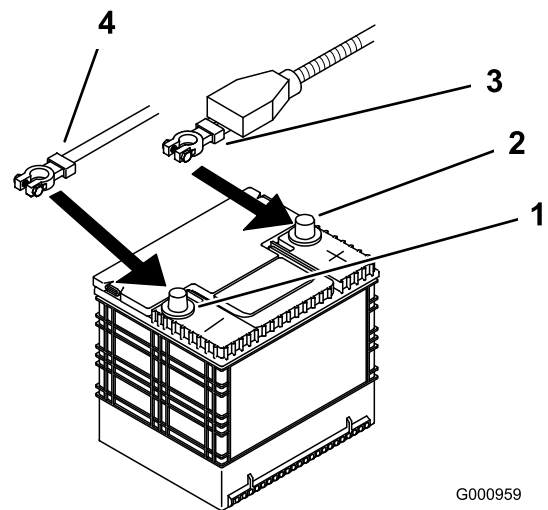

Bild 53
4. Klemmen Sie zunächst das Minuskabel vom Minuspol (-) der Batterie ab (Bild 53).
5. Ziehen Sie die rote Polkappe vom (roten) Pluspol der Batterie ab. Ziehen Sie dann das (rote) Pluskabel ab (Bild 53).
4. Befestigen Sie die Kabel mit 2 Schrauben (1/4 x 3/4 Zoll), 2 Scheiben (1/4 Zoll) und 2 Sicherungsmuttern (1/4 Zoll) (Bild 53).